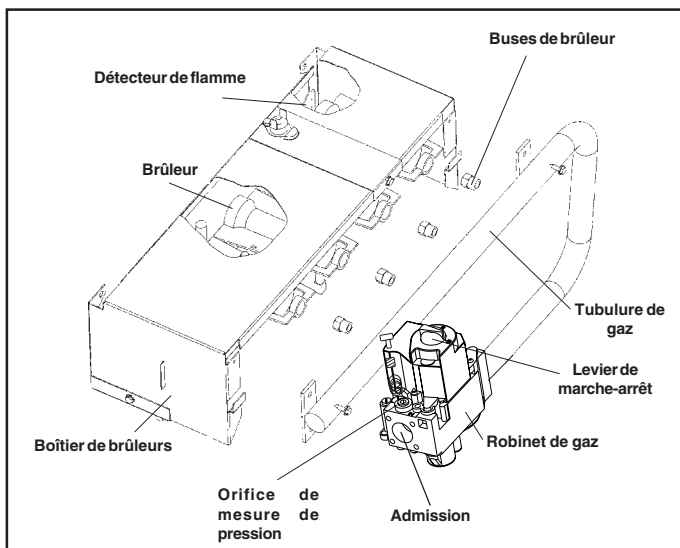

Figure 1 - Boîtier de brûleur non scellé typique
2. Démontez avec précaution les buses de gaz naturel de la tubulure de gaz, comme montré aux figures 1 et 2.